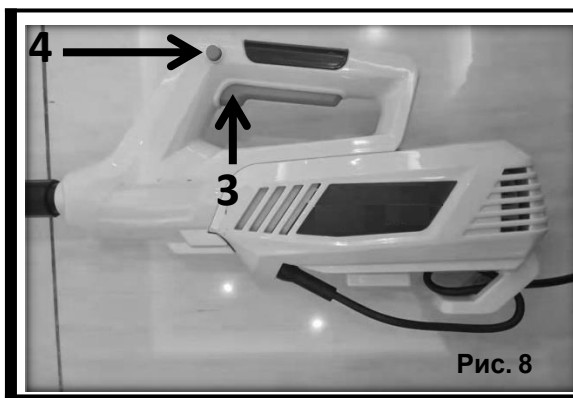
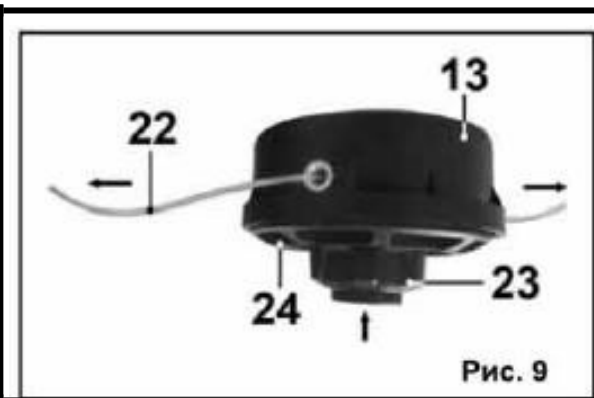

Рис. 8
Рис. 9
1. Включение (Рис.8).
- 1..3. Разблокируйте выключатель (3), нажав клавишу разблокировки выключателя (4). Удерживая кнопку блокировки выключателя (4), нажмите курок выключателя (3)(рис.8). Включите триммер, не касаясь леской (22)(рис.9) травы.
4. Дождитесь, когда триммерная катушка (13) достигнет максимальных оборотов.
5. Для выключения триммера отпустите клавишу выключателя (3) - обороты двигателя будут снижаться.
6. Триммерная катушка (13) будет вращаться еще несколько секунд, дождитесь ее полной остановки.
1. Держите триммер так, чтобы триммерная катушка (13) была параллельна поверхности земли.
6. Используйте триммерную леску (22) толщиной не более 1,6 мм. Использование более толстой лески может привести к выходу из строя триммерной катушки (13) и перегреву двигателя.
7. Во время работы триммерная леска (22) изнашивается (расходуется). Во время работы слегка ударьте нажимной головкой триммерной катушки (23) по земле (Рис.9). Длина лески увеличится. При необходимости операцию повторите. Излишняя леска будет срезана ножом (20) установленным слева на защитном кожухе (12)(рис.6).
2. Снятие и установка триммерной катушки (рис.9)